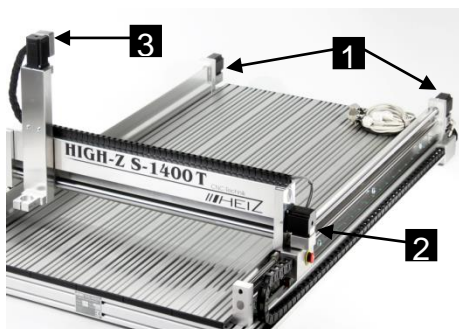

Abb. 12: Schrittmotoren
- Stecker X1 Schrittmotor der X-Achse (Abb. 12 /1)
- Stecker X2 Schrittmotor der X-Achse (Abb. 12 /1)
- Stecker Y Schrittmotor der Y-Achse (Abb. 12 /2)
- Stecker Z Schrittmotor der Z-Achse (Abb. 12 /3)